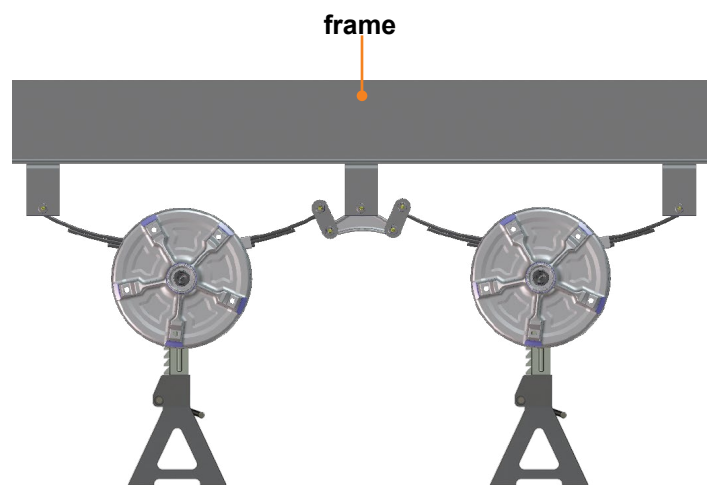

Fig.2
4. À l'aide d'un cric rouleur, soulever légèrement les essieux et installer des béquilles de crics supplémentaires de capacité appropriée sous les essieux (**Fig.2**) de sorte que les boulons d'assemblage puissent être retirés avec un marteau.